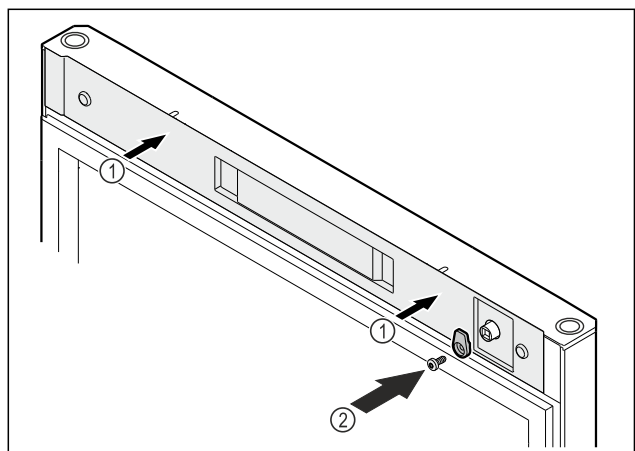

Fig. 54
- ▶ Abdeckung aufsetzen Fig. 54 (1).
- ▶ Schließhaken anschrauben Fig. 54 (2).